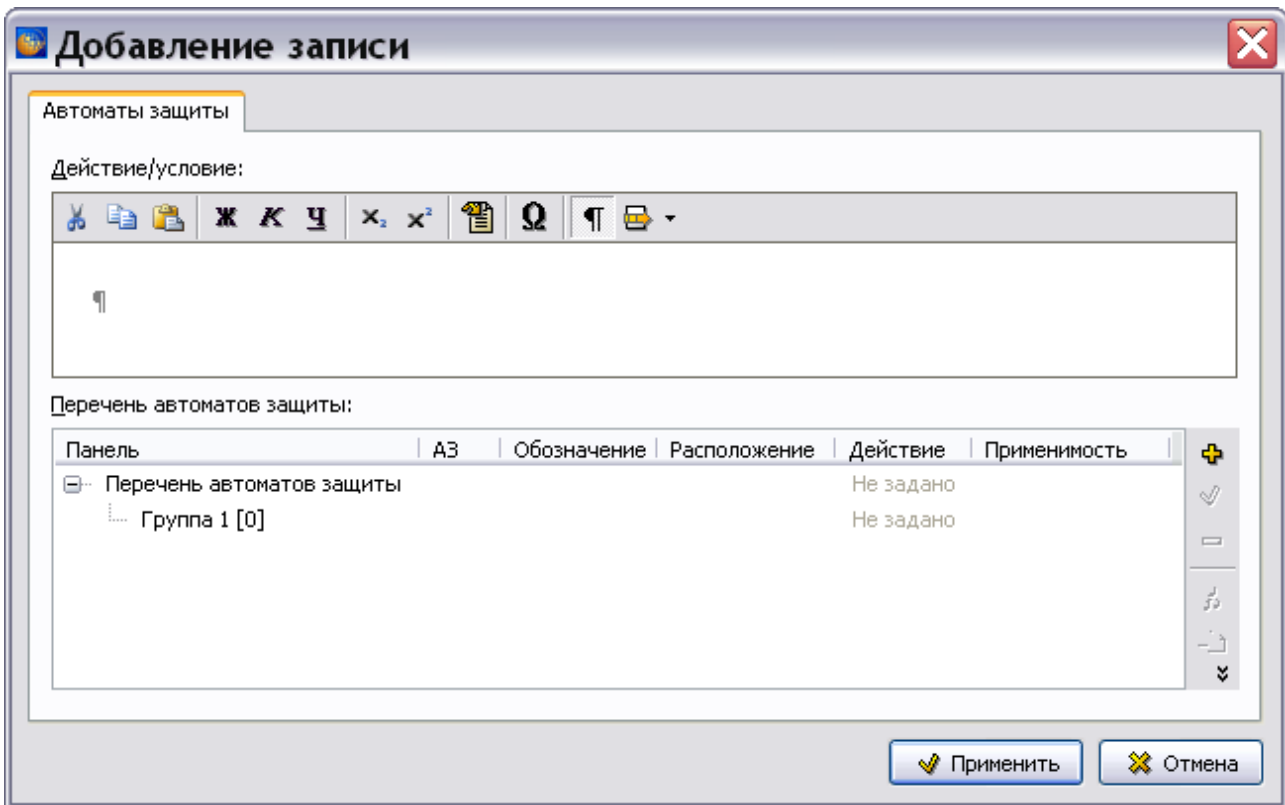

Рис. 7.18
2. Нажмите на кнопку **Добавить** , находящуюся справа от окна. При этом появится окно **Добавление записи** (Рис. 7.18).